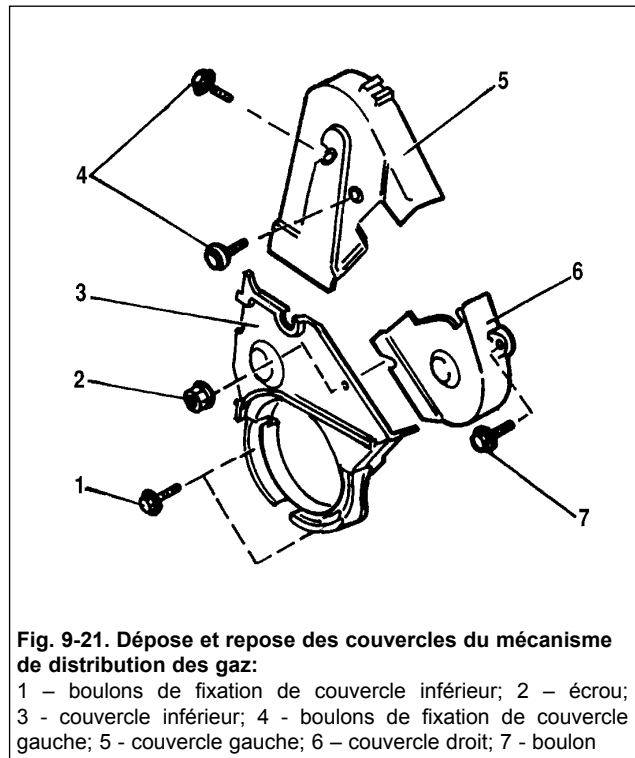

Fig. 9-21. Dépose et repose des couvercles du mécanisme de distribution des gaz:
- déposer les couvercles 3,5,6 (fig. 9-21) de la commande du MDG;
- déposer le couvercle inférieur 3 (fig. 9-21) et serrer par les boulons par le couple 15 H•m;